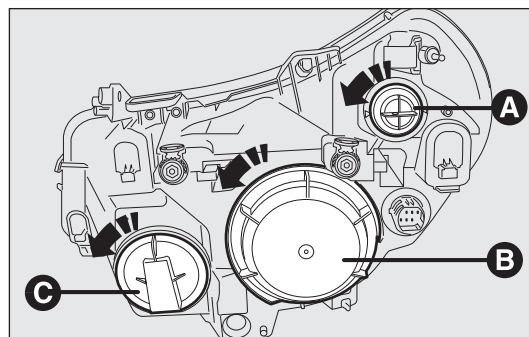

fig. 180
Pour remplacer l'ampoule des feux de route/éclairage diurne, enlever le bouchon C-fig. 180.
Pour remplacer l'ampoule des feux de croisement/position, il faut enlever le bouchon B-fig. 180.
Pour remplacer l'ampoule des feux clignotants, il faut enlever la douille A-fig. 180.
- ☐ retirer le capot de protection B-fig. 180 en tournant dans le sens inverse des aiguilles d'une montre;
- ☐ remonter le couvercle de protection B-fig. 180 en le tournant dans les sens des aiguilles d'une montre en s'assurant qu'il est bloqué correctement.
- ☐ retirer le couvercle de protection C-fig. 180 en le tournant dans le sens inverse des aiguilles d'une montre;
- ☐ remonter le couvercle de protection C-fig. 180 en le tournant dans les sens des aiguilles d'une montre en s'assurant qu'il est bloqué correctement.
- ☐ retirer le couvercle de protection C-Fig. 180 en le tournant dans le sens inverse des aiguilles d'une montre ;
- ☐ retirer le couvercle de protection B-fig. 180 en le tournant dans le sens inverse des aiguilles d'une montre ;